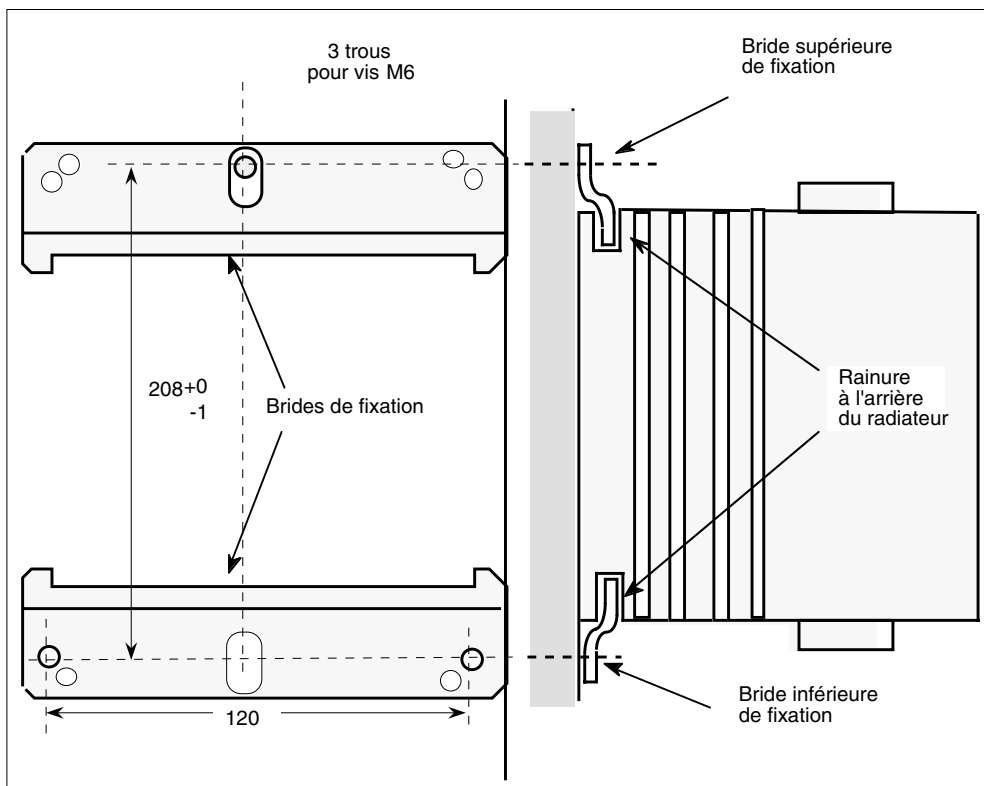

Figure 2-4 Cotes de perçage (en mm) et fixation du gradateur TE300 en fond d'armoire
- Percer 3 trous pour les vis M6 suivant les cotes de la figures 2-4.